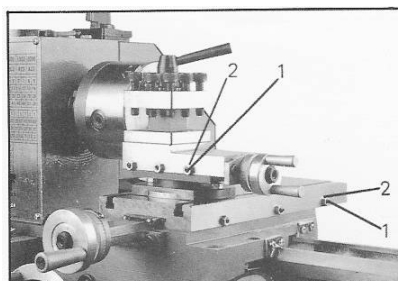

Fig 25
Beide Schlitten sind mit einer Nachstelleiste ausgestattet und können mit den Schrauben (1, Fig 25) und den Kontermuttern (2) spielfrei eingestellt werden.